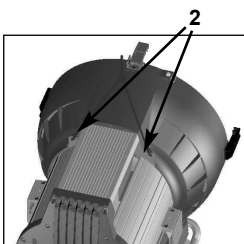

Bild 3 / picture 3
- Bei hängendem Betrieb muss der Scheinwerfer, wie auch das verwendete Zubehör, mittels einer Sicherungsaufhängung **durch beide Ösen** (2, Bild 3) gegen Herabfallen gesichert werden. Das Sicherungsseil muss ausreichend dimensioniert sein und ist kurz zu halten.